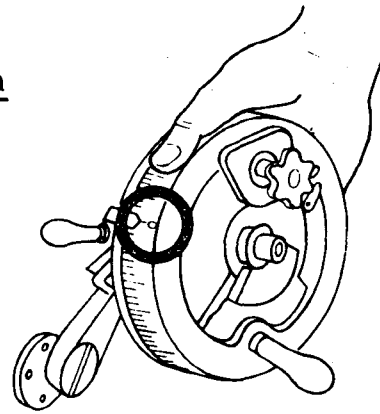

Fig. 3
- e Leve o anel graduado zero (fig. 3).